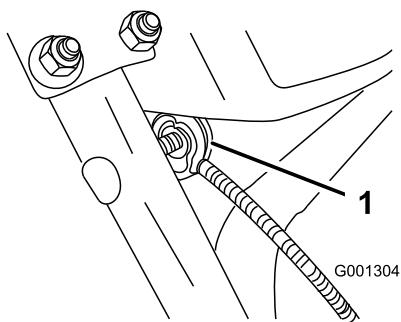

Figure 7
3. Retirez l'écrou et la rondelle du guidon, fixez le serre-câble au bout du câble sur le guidon, remettez la rondelle et l'écrou, et serrez l'écrou à la main (Figure 7).